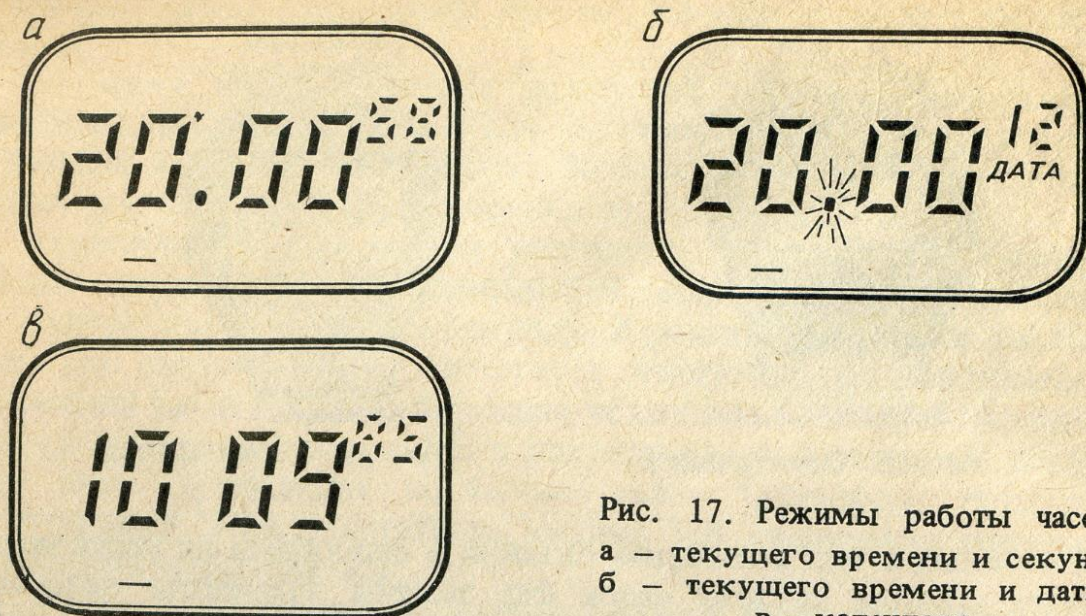

Рис. 17. Режимы работы часов:
**Режимы работы.** Основной режим. На индикаторе высвечиваются часы, минуты, черточка, указывающая день недели и секунды, — состояние С (рис. 17, а) или часы, минуты, черточка, указывающая день недели, и дата — состояние Д (рис. 17, б). В состоянии Д пульсирует разделительная точка между часами и минутами, высвечивается транспарант "ДАТА", а в состоянии С разделительная точка не мигает, изменяются показания секунд в правом верхнем углу индикатора.
**Режим календаря.** На индикаторе высвечивается число, порядковый номер месяца, год и черточка, указывающая день недели (рис. 17, в). В режим календаря часы переводятся нажатием кнопки ПВ из состояния С или двойным нажатием этой кнопки из состояния Д. Из режима календаря в состояние Д часы переводятся нажатием кнопки ПВ или автоматически через 2 секунды со времени последнего воздействия на кнопку ПВ.